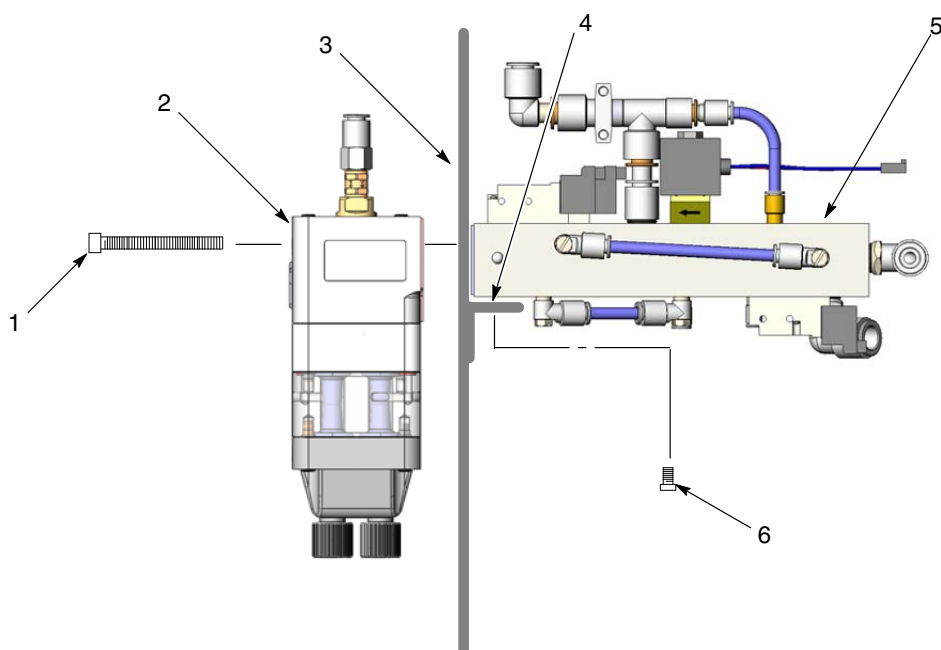

Figura 20 Montarea pompei și a colectorului
1. A se vedea Figura 20. Asigurați-vă că garniturile pompei (2) și ale colectorului (5) nu sunt deteriorate. Dacă garniturile sunt deteriorate, înlocuiți-le.
2. Așezați colectorul pe suportul de montare adecvat (4), pe peretele panou al pompei (3).
3. Fixați colectorul cu șuruburile de montaj (6), dar nu strângeți șuruburile.
4. Fixați pompa la panoul pompei și colector cu ajutorul șuruburilor de montaj ale pompei (1). Strângeți bine șuruburile de montare ale pompei.